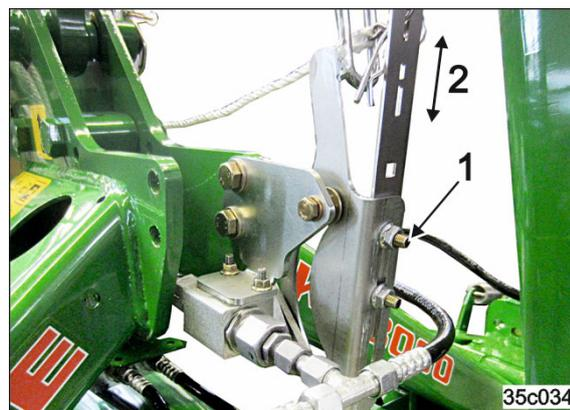

Fig. 133
1. Muttern lösen (Fig. 133/1)
2. Betätigungshaken in die gewünschte Position bringen (Fig. 133/2), so dass ein Ausheben mit laufender Gelenkwelle ermöglicht wird.
3. Muttern festziehen (Fig. 133/1)